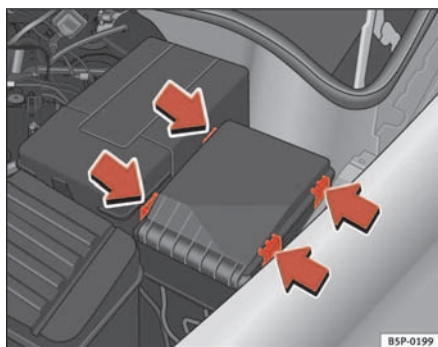

Abb. 178 Sicherungsdeckel im Motorraum
- Haken Sie den Sicherungsdeckel im Motorraum an den Laschen aus, indem Sie die Laschen zur Deckelmitte drücken ⇒ Abb. 178.